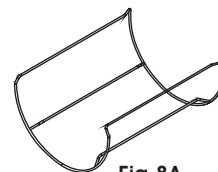
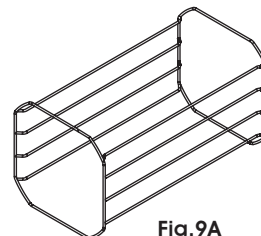

Fig. 8A
Fig. 9A
- 11► **Suporte** - É fornecido 1 suporte para cada modelo, Quadra 12 (Fig. 8A) e Quadra 21 (Fig. 9A). Para colocar corretamente o suporte de bandejas, observe que para o modelo Quadra 21, o lado arredondado deve estar voltado para a abertura da câmara (Fig. 9A).